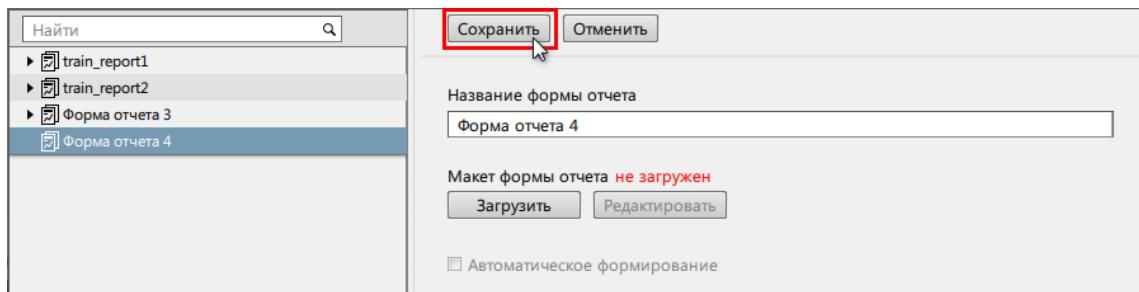

Рисунок 136 - Сохранение
9. Нажмите Сохранить (Рисунок 136).